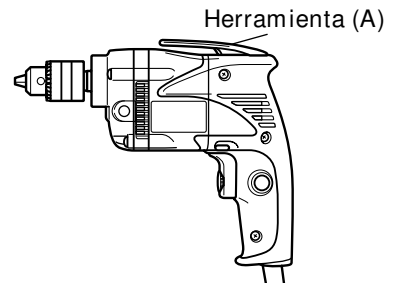

Fig. 8
Para el gancho (A) (fijación superior) (Fig.8)